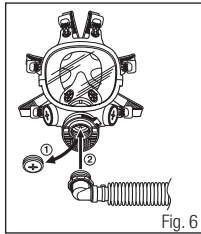

Fig. 6
1. Remova o plugue da porta central 7890 da 3M™ do respirador peça facial inteira. Assegure-se que os plugues 7890 estejam no local em cada porta lateral do respirador. (Fig. 6).
2. Rosqueie o adaptador da traquéia GVP-123 no orifício central da peça facial inteira da série 7800S do respirador (Fig. 6).